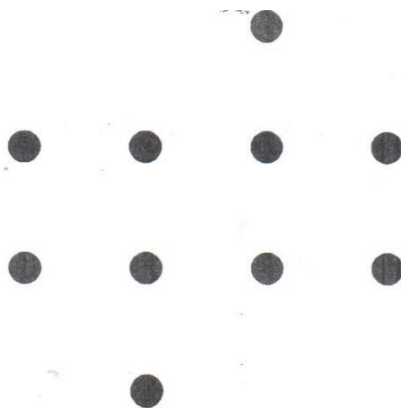

Рисунок 1 – Пчелы
4.2.2 Пчелы. Начертательная геометрия является теоретической основой метода изображения пространственных форм предметов на плоском чертеже, грамматикой чертежа. С ее помощью пространственные задачи решаются графическим методом. Преподаватель коротко рассказывает самые основные моменты этого раздела. Построение точки в пространстве и на плоскости. Это задание особенно влияет на развитие пространственного воображения, мышления. Вариант задания рис.1: (выполняется на доске в двух экземплярах).
На рис.1 показаны обыкновенные пчелы. Проекции пчел заданы точками, которых здесь десять. Казалось бы, что самих пчел должно быть в 3 раза меньше, но 10 на 3 не делится. Сколько здесь показано пчел? На обдумывание командам дается 3 минуты. В это время преподаватель находится рядом с командами. И если он чувствует, что решение не дается, он может подсказать, что начать нужно с верхней проекции ... Далее преподаватель разбирает эту задачу и ставит баллы. Ответ - 4 пчелы.